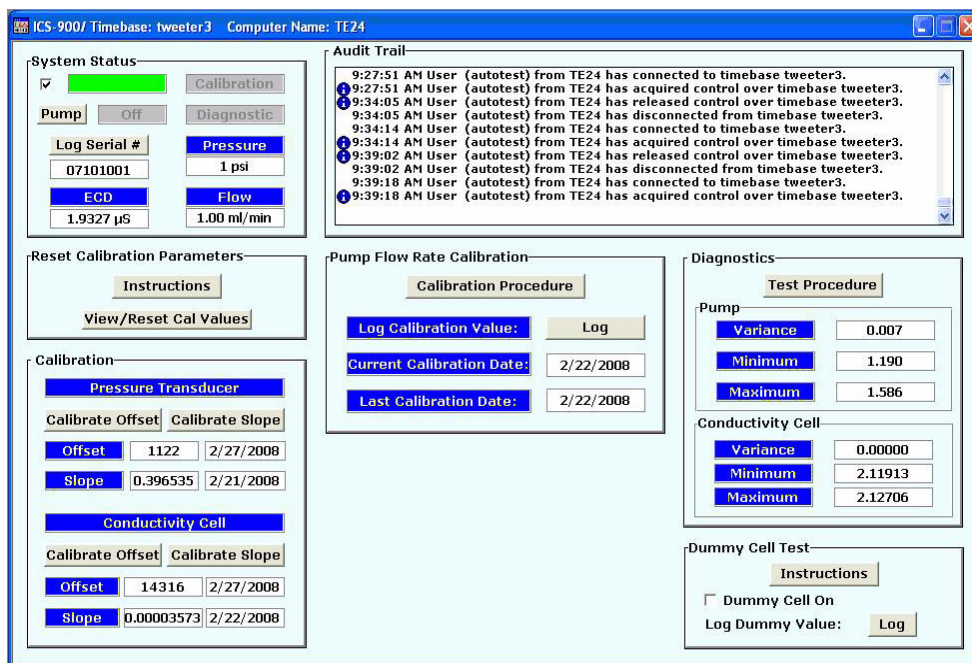

Abbildung 5-2. „Wellness“-Steuerfeld des ICS-900
Das „Wellness“-Steuerfeld (siehe Abbildung 5-2) bietet verschiedene Steuerelemente zum Ausführen von Diagnose- und Kalibrierfunktionen. In diesem Abschnitt wird ein Überblick über die Funktionen des „Wellness“-Steuerfeldes gegeben. Kalibrierverfahren sind in den folgenden Abschnitten beschrieben:
2. Doppelklicken Sie auf „Dionex_ICS-900_wellness.pan“ (siehe Abbildung 5-2).
Das „Wellness“-Steuerfeld wird angezeigt (siehe Abbildung 5-2).
4. Klicken Sie unter „**Pressure Transducer**“ (Druckwandler) auf die Schaltfläche „**Calibrate Offset**“ (Offset kalibrieren) (siehe Abbildung 5-2). Ein Dialogfeld mit Anweisungen und Befehlsschaltflächen wird geöffnet.
4. Klicken Sie unter „**Conductivity Cell**“ (Leitfähigkeitsmesszelle) auf die Schaltfläche „**Calibrate Offset**“ (Offset kalibrieren) (siehe Abbildung 5-2). Ein Dialogfeld mit Anweisungen und Befehlsschaltflächen wird geöffnet.